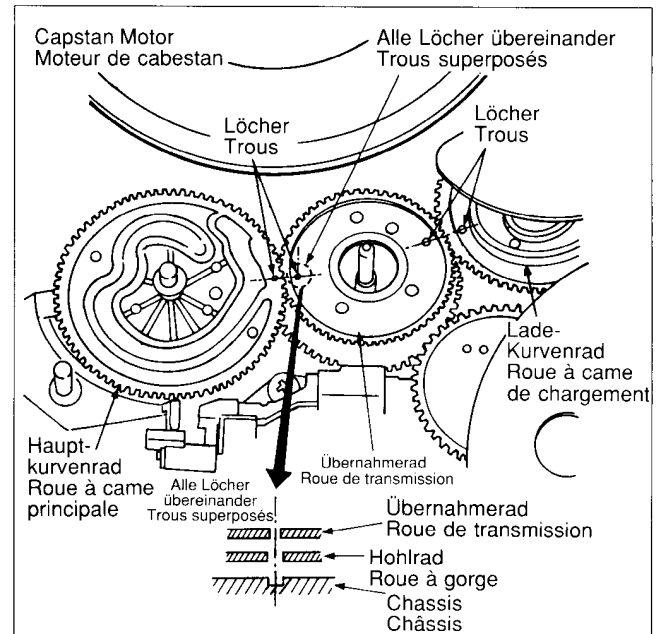

Fig. 65
1. Das Übernehmerad mit den Planetenrädern so in das Hohlrad einsetzen, daß das kleine Loch des Übernehmerades mit dem kleinen Loch des Hauptkurvenrades fluchtet und gleichzeitig die Löcher des Übernehmerades mit den Löchern des Hohlrades in einer Linie liegen. Fig. 65
1. Positionner la roue de transmission avec la roue planétaire dans la roue à gorge de sorte que le petit trou de la roue de transmission soit face à celui de la roue à came principale, et, simultanément, que les trous de la roue de transmission et de la roue à gorge soient en ligne. Fig. 65